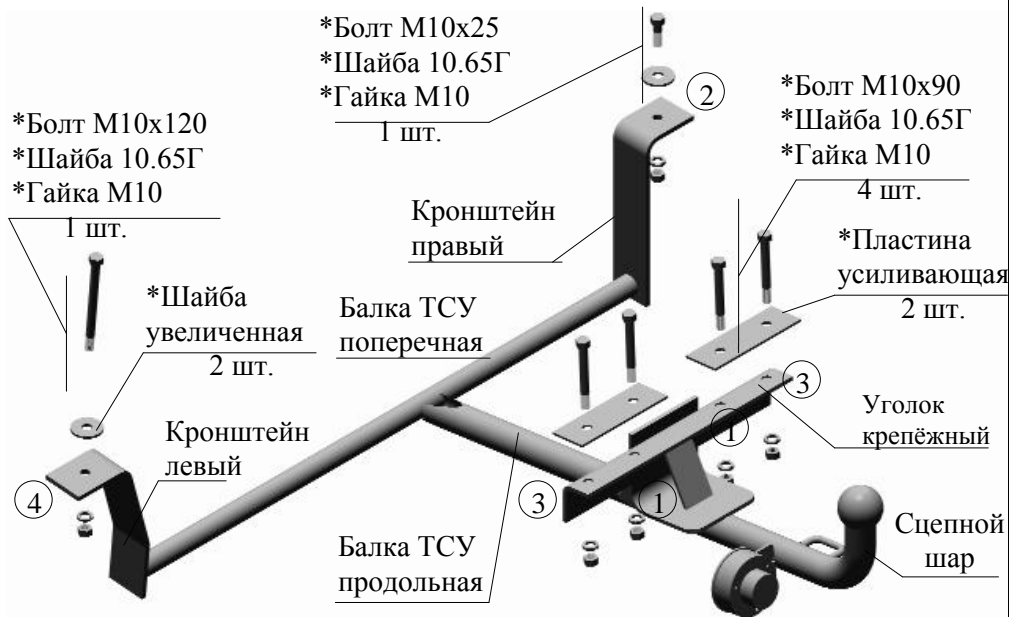

Рис.1 Тягово-сцепное устройство ТСУ 3110Н (ТСУ3110Кр)
2.1 ТСУ 3110Н (3110Кр) в сборе (рис.1)	1 шт.
2.2 Пакет с комплектующими (см. рис.1)	1 шт.
4.3 Наметить и просверлить в полом коробе а/м два отверстия (на Рис. 1 отмечены (1)) диаметром 10,5...11 мм, используя ТСУ, как кондуктор. Закрепить ТСУ двумя болтами М10х90, не затягивая крепёж.
4.4 Наметить и просверлить в полу багажного отделения отверстие (2) диаметром 10,5...11 мм, используя ТСУ, как кондуктор (см. Рис. 1). Закрепить ТСУ, не затягивая крепёж.
4.5 Наметить и просверлить два отверстия диаметром 10,5...11 мм в полу багажного отделения, используя ТСУ, как кондуктор (отверстия (3) на Рис. 1).
4.6 Наметить и просверлить напроход отверстие диаметром 10,5...11 мм в левом лонжероне автомобиля (отверстие (4) на Рис. 1). При сверлении отверстия со стороны пола багажного отделения необходимо использовать разметку.